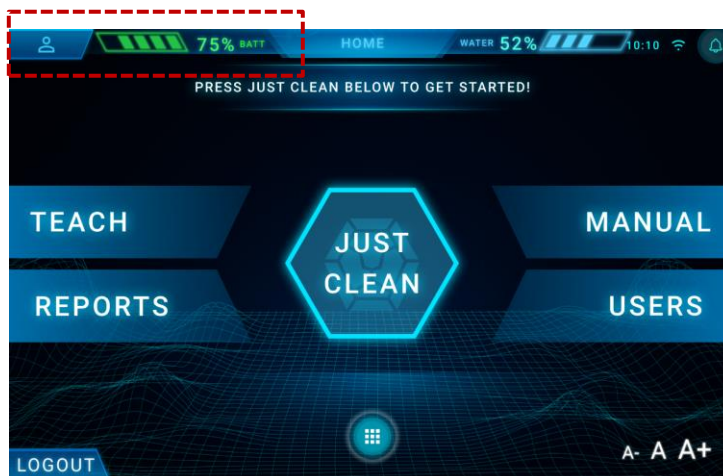

Fig. 1
1. Raadpleeg de Home pagina op het scherm van de robot om het batterijniveau te controleren (Fig. 1)